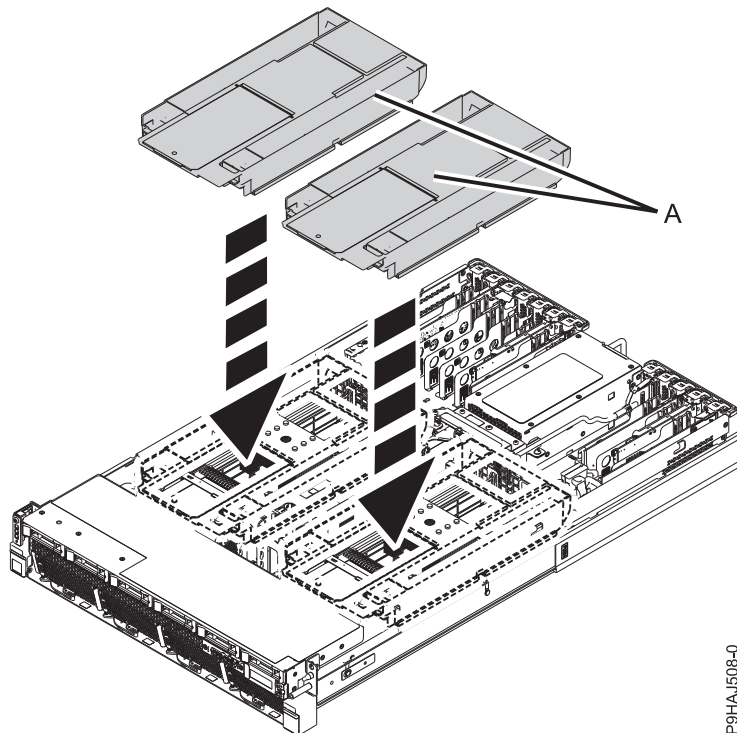

Abbildung 17. Luftführung installieren
2. Tauschen Sie die einzelnen Luftführungen (A) im Chassis aus. Siehe Abb. 17 auf Seite 37. Wenn eine Luftführung umgedreht wird, sollten Sie die abnehmbare Abdeckung des Laufwerks festhalten, damit sie sich nicht löst.